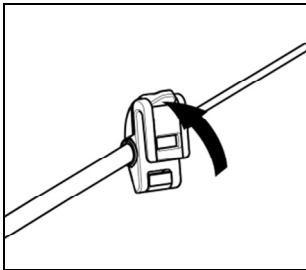

Abb. 15
- Öffnen Sie auf den auf dem Mikrophonbügel angebrachten Clip, indem Sie diesen wie auf Abb. 15 dargestellt anheben.